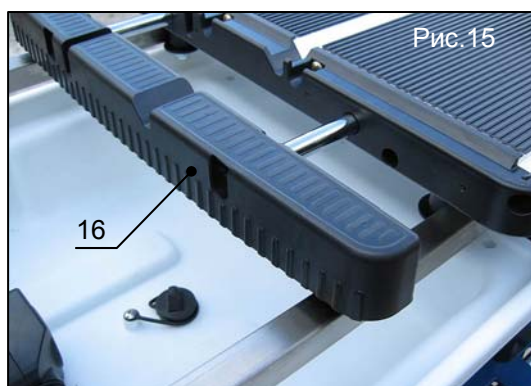

Рис.15
2. Выдвиньте удлинители стола (поз.16, рис.15) на необходимую длину.